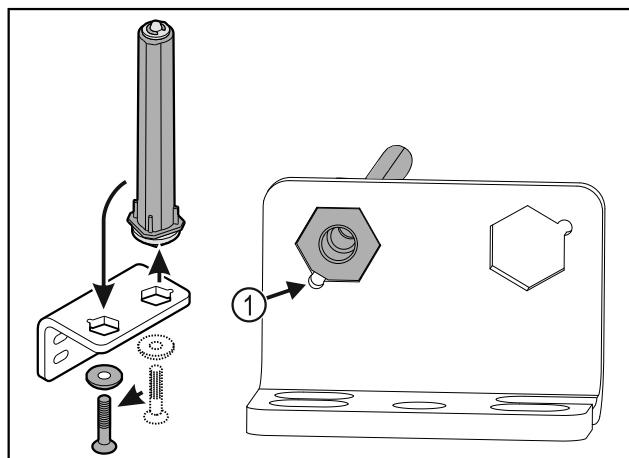

Fig. 19
- ▶ Bëni kujdes që gjatë vendosjes, e prera e kokës së bulonit Fig. 19 (1) të jetë e drejtuar nga vrima e rrumbullakët.